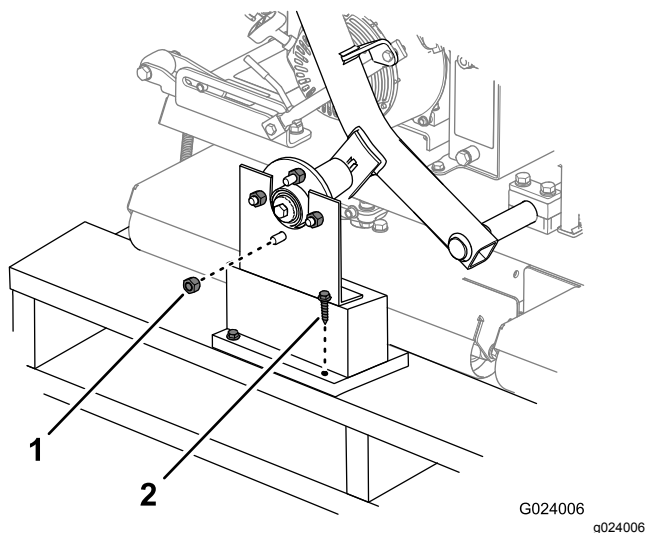

図 3
- ホイールハブを出荷用ブラケットに固定しているラグナットを取り外す図3。同じく、各ホイールハブのスタッドにねじ込んであるナットも外す。